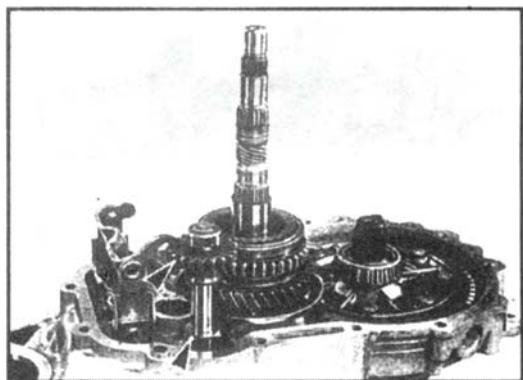

图 4-29 拆卸变速器 (二十)
(20) 用倒档惰轮向上敲击倒档轴，直至将倒档惰轮及倒档轴从离合器壳体上敲击下为止，如图 4-29 所示。